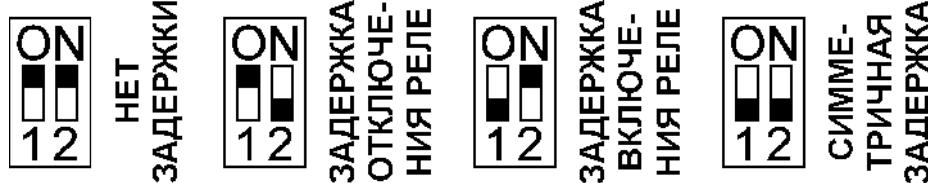

Рис. 6. Внутренние переключатели сигнализатора.
Импульсы с компаратора подаются на пиковый детектор VI, который выдает постоянное напряжение на схему задержки VII и включает светодиод «Порог» при наличии входного сигнала канала. Задержка между появлением (пропаданием) сигнала и переключением контактов реле задается регулятором «Время» и состоянием переключателей 1 и 2. Если необходима задержка переключения только в одном случае (задержка включения или выключения), то замыкается один из переключателей, при необходимости симметричной задержки - оба. Рис. 6 поясняет различные состояния переключателей.
2. Установить переключатели задержки в положение «Нет задержки» (рис. 6).
8. Установить переключатели времени задержки канала № 2 согласно рис. 6. Регулятором «Время 2» выставить требуемую задержку срабатывания реле канала «Движение».
13. Установить переключатели времени задержки канала № 1 согласно рис. 6. Регулятором «Время 1» выставить требуемую задержку срабатывания реле канала «Подпор».